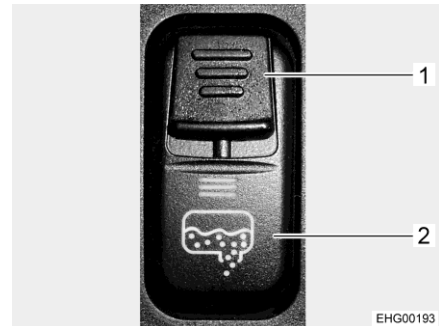

Bild 104 Vippkontakt (avtappningsventil)
Avtappningskranen för avloppstanken öppnas och stängs med en vippkontakt på brytarkonsolen i förarhytten. För att förhindra att avtappningsventilen öppnas av misstag är vippkontakten utrustad med ett säkerhetsspjäll (Bild 104,1). Avloppsröret med anslutning för en avloppsslang sitter under fordonet.
- Säkerhetsspjäll (Bild 104,1) på vippkontakten (Bild 104,2) nedåt och tryck samtidigt nedtill på vippkontakten. Avloppsventilen öppnas då och avloppstanken töms. Lysdioden lyser så länge avloppsventilen är öppen.
- Stäng avtappningskranen när avloppsvattnet har tömts ut helt. Gör det genom att trycka reglaget (Bild 104,1) uppåt.